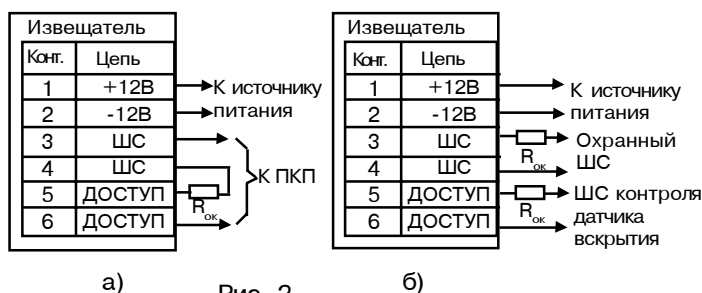

Рис. 2
- Выполните соединения согласно рис.2а(для подключения в один ШС) или рис. 2б (с контролем датчика вскрытия отдельным ШС).